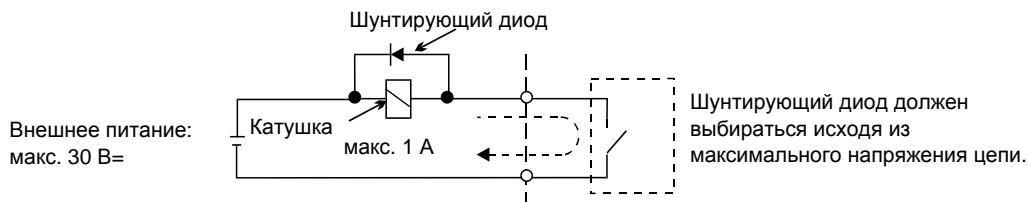

Рис. 2.18 Подключение шунтирующего диода
*3. В случае индуктивной нагрузки, например, при подключении обмотки реле с питанием постоянным током, обязательно включение шунтирующего диода, как показано на Рис. 2.18